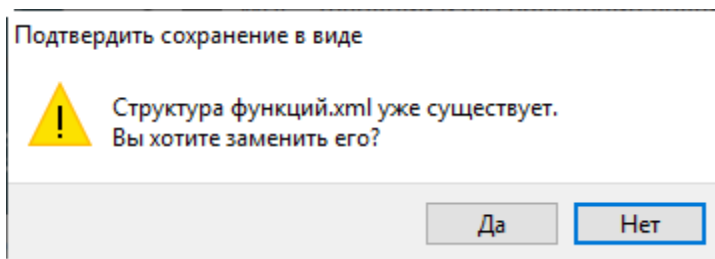

Рисунок 184 – Подтверждение о перезаписи файла
5) Если файл с таким именем уже существует, будет выведено предупреждающее сообщение (рисунок 184). Нажать «Да» для перезаписи файла или «Нет», чтобы задать новое имя файла.